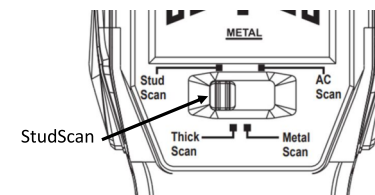
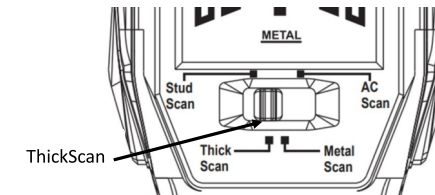

Рисунок 3
Рисунок 4
2) Выбор режима обнаружения: переместите переключатель влево для StudScan (рис. 3) и вправо для ThickScan (рис. 4).